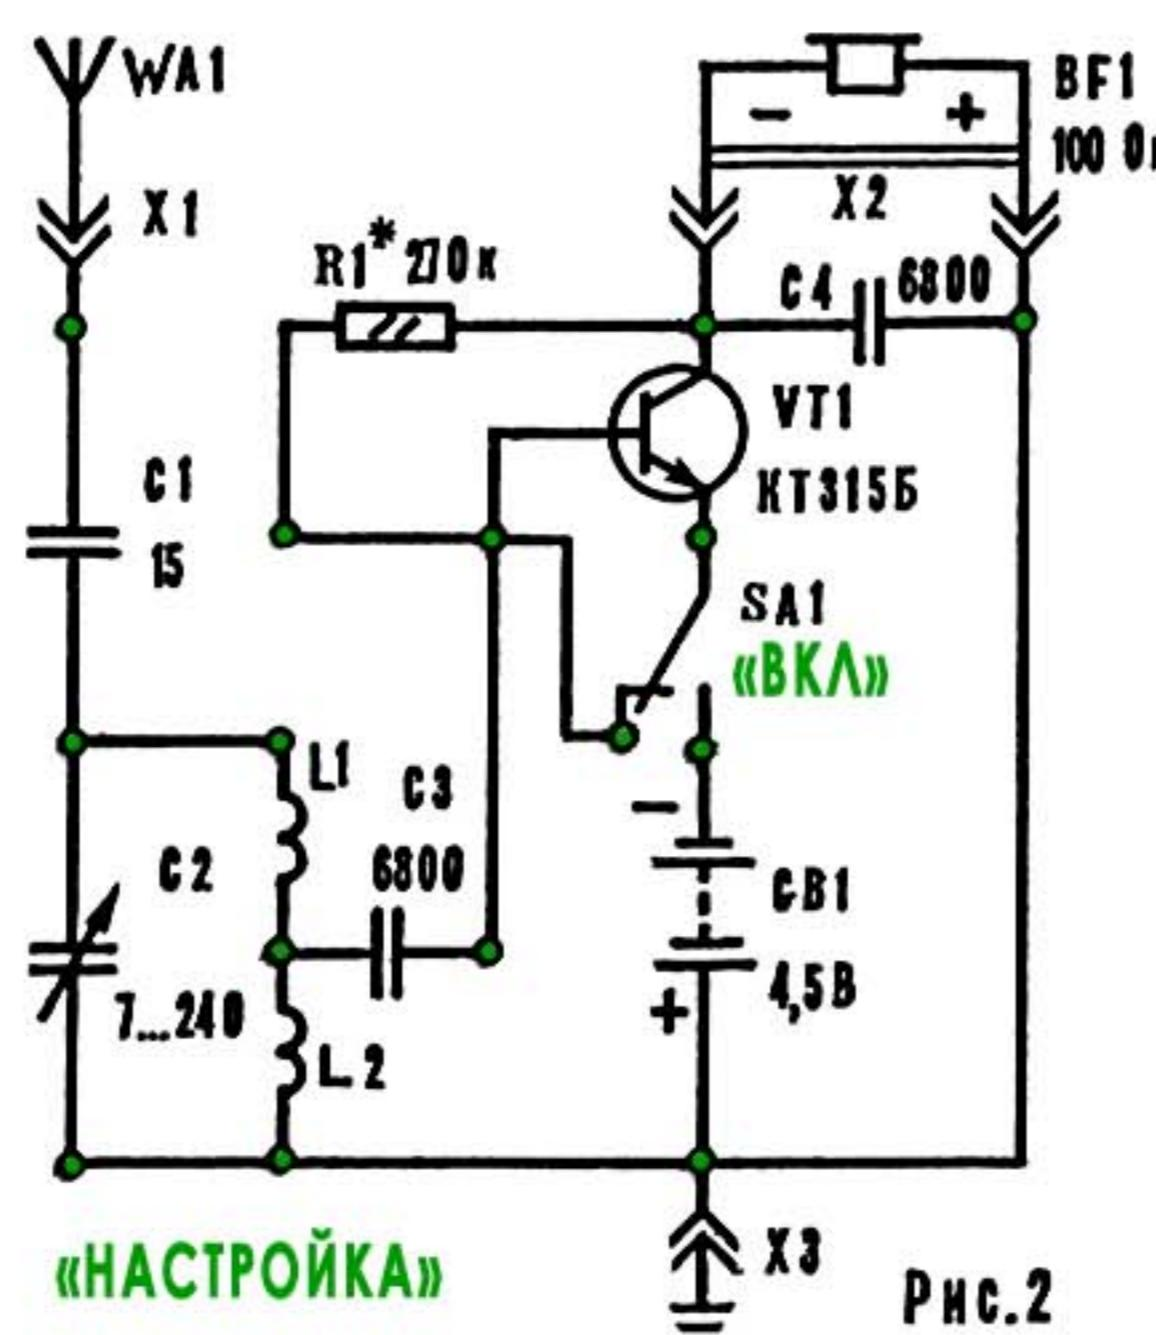

Рис.2
**Радиоприемник прямого усиления 0-V-0** (рис. 2) отличается от предыдущего тем, что детектирование РЧ сигнала происходит на эмиттерном переходе транзистора VT1. Полученная ЗЧ составляющая усиливается и выделяется в цепи коллектора на телефонах BF1. При отключении питания переключатель SA1 соединяет базу с эмиттером, и детектирование происходит на коллекторном переходе, то есть приемник превращается в детекторный и может принимать только мощные сигналы, например, от близко расположенного передатчика. Данные элементов приведены выше.